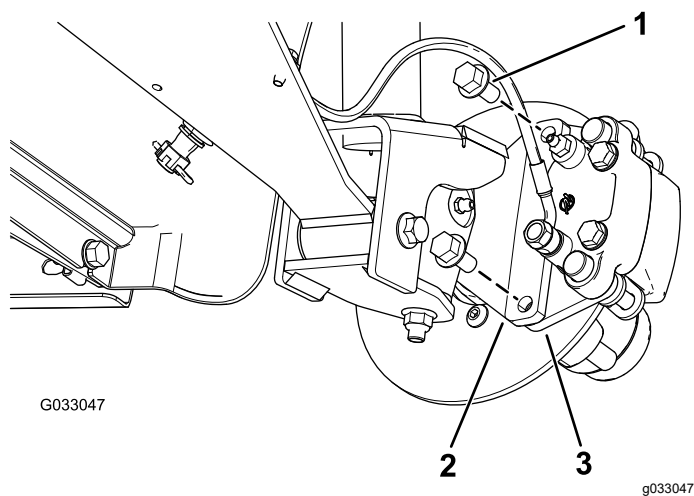
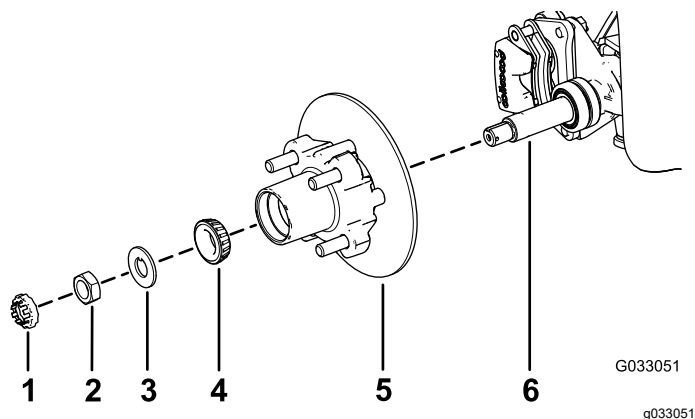

Figura 30
Figura 34
3. Retire los pernos con arandela prensada ($\frac{3}{8}$ " x $\frac{3}{4}$ ") que sujetan el soporte del conjunto de freno al eje y separe el freno del eje (Figura 30).
1. Aplique una ligera capa de la grasa especificada en el eje (Figura 34).
2. Monte el cubo y el rotor en el eje con el rotor hacia dentro (Figura 34).
3. Monte el cojinete exterior en el eje y acople el cojinete al anillo de rodadura exterior (Figura 34).
4. Monte la arandela con pestaña en el eje (Figura 34).
5. Enrosque la tuerca en el eje y apriétela a 15 N·m (11 pulgadas-libra), mientras gira el cubo para acoplar el cojinete (Figura 34).
2. Alinee las pastillas de freno en cada lado del rotor (Figura 30) y los orificios del soporte de la pinza con los orificios en el montaje del freno del eje (Figura 34).
3. Sujete el soporte de la pinza al eje (Figura 30) usando los 2 pernos con arandela prensada ($\frac{3}{8}$ " x $\frac{3}{4}$ ").